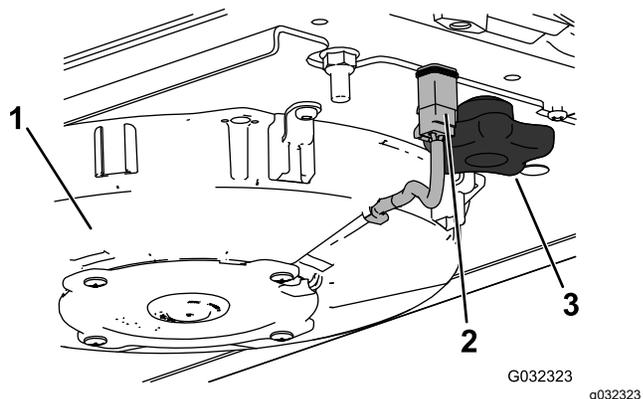
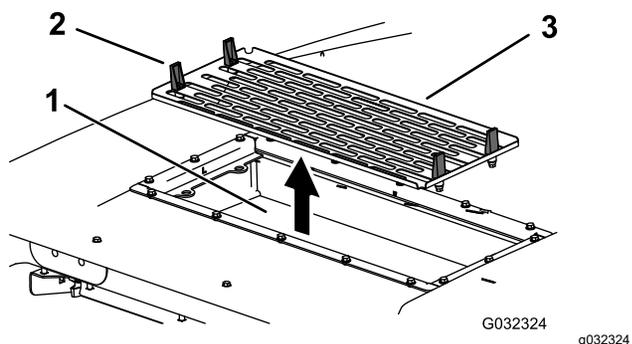

Рисунок 148
Рисунок 149
- Установите воздушные фильтры, сетку и вентилятор в сборе (Рисунок 146, Рисунок 148 и Рисунок 149).
7. Подсоедините провод к каждому вентилятору (Рисунок 148).